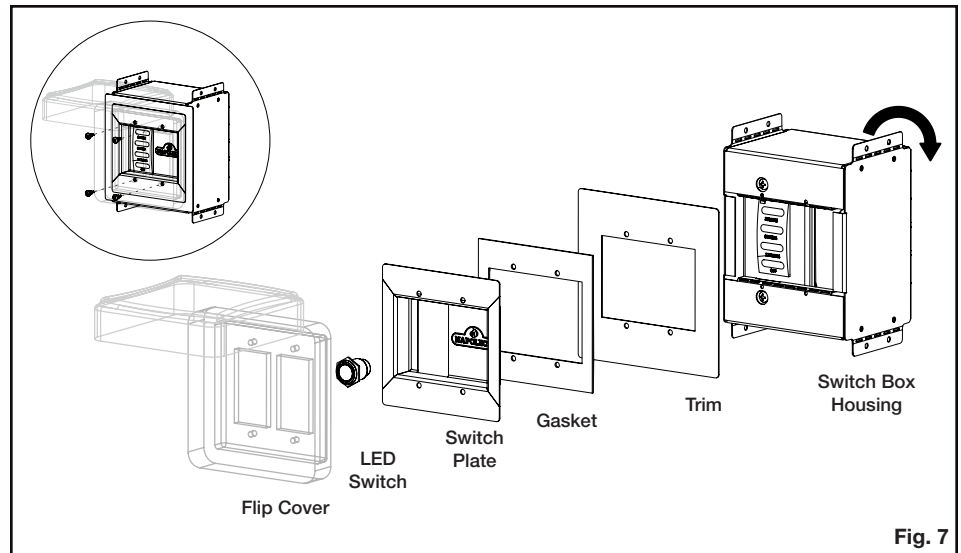

Fig. 7
4. Align the gasketed trim, switch plate, and flip cover. Secure to the housing with the supplied screws. If applicable, the tabs on the switch box housing can be bent to better accommodate installation. Secure the mounting screws tightly and ensure that there are no visible gaps between switch box housing, trim, or flip cover. This will ensure a tight seal and prevent water from entering the switch box housing. **(Fig. 7)**
4. Alignez la garniture avec joint, la plaque de commutateur et le couvercle rabattable. Fixez-les au boîtier avec les vis fournies. Si nécessaire, les languettes du boîtier du commutateur peuvent être pliées pour mieux s'adapter à l'installation. Serrez fermement les vis de montage et assurez-vous qu'il n'y a aucun espace visible entre le boîtier du commutateur, la garniture ou le couvercle rabattable. Cela garantira une étanchéité parfaite et empêchera l'eau de pénétrer dans le boîtier du commutateur. **(Fig. 7)**